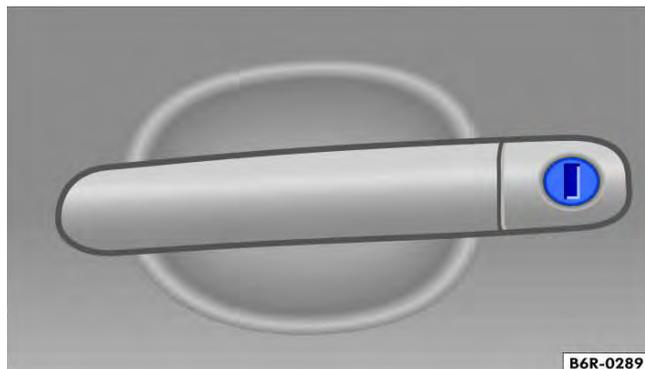

Fig. 55 Maçaneta da porta do condutor com cilindro da fechadura.
- Introduzir a haste da chave no cilindro da fechadura e destravar ou travar o veículo → Fig. 55.